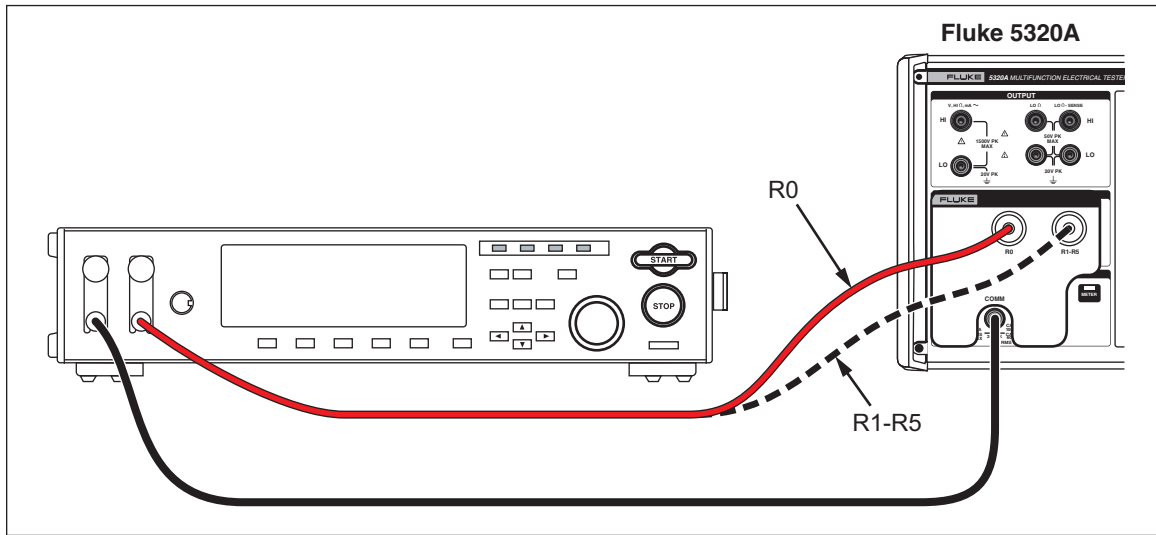

图7-11.在台架接地连接电阻测试仪上进行接地连接电阻校准
6. 如图 7-11 所示，将 UUT 连接到 GBR 适配器的 R0 或 R1–R5 端子和 COM 端子。